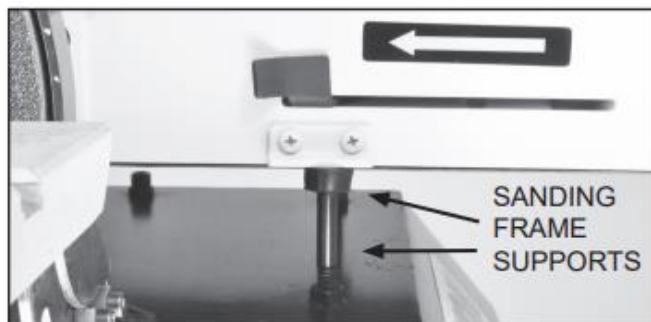

Рис. 9.
3. В горизонтальном положении имеются два вертикальных винта с шестигранной головкой, которые поддерживают раму узла шлифовальной ленты. Они должны быть проверены и скорректированы, при необходимости убедитесь, что они оба касаются опор шлифовальной рамы. Эти винты помогут уменьшить вибрацию узла шлифовальной ленты во время работы. Рис. 9.